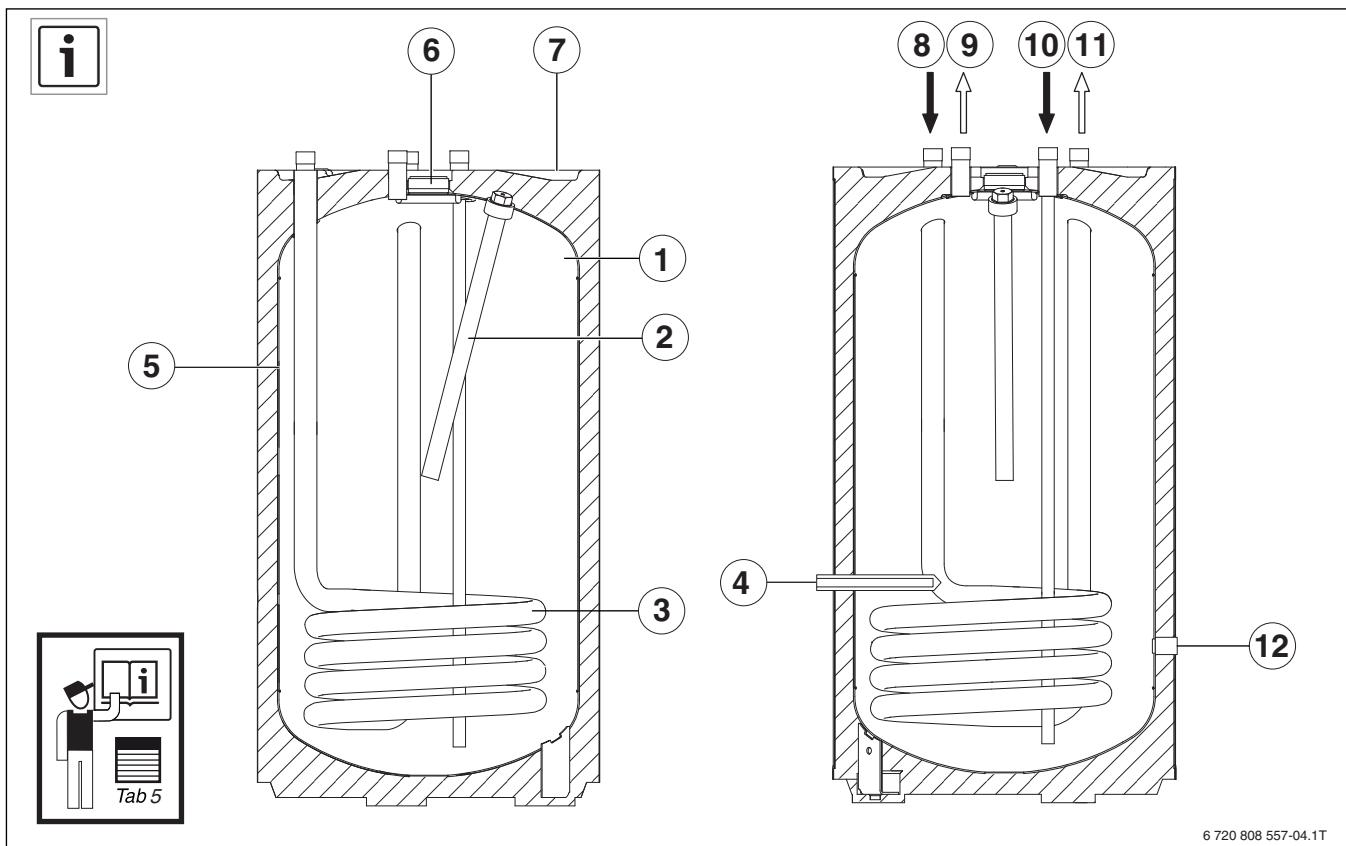

Fig. 3
- ▶ Чтобы не возникала коррозия, высушите бак внутри и оставьте открытым смотровой люк (→ рис. 3 [6], стр. 31).
- ▶ Откройте сливной кран (дополнительная комплектация) (→ рис. 3 [12], стр. 31).